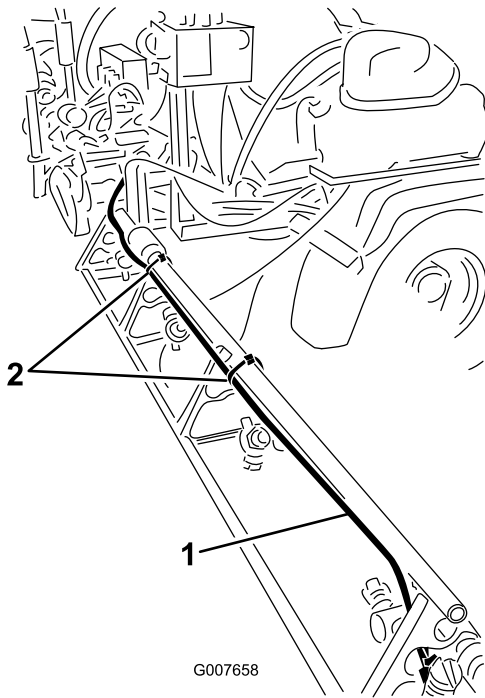

Bild 29
4. Verlegen Sie den Schlauch entlang der Rückseite der oberen Haltestange des äußeren Auslegerabschnitts, wie in Bild 29 abgebildet.
6. Befestigen Sie den Schlauch mit Kabelbindern am äußeren Auslegerabschnitt, wie in Bild 29 abgebildet.